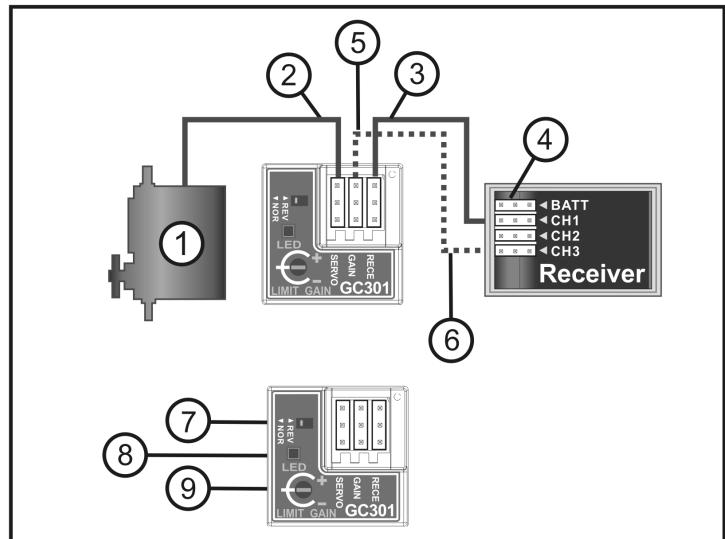

Bild 2
Wollen Sie die Anschluss-Version 1 verwenden, so verbinden Sie wie in Bild 2 zu sehen das Servokabel vom Lenkservo (1) auf den Steckplatz „SERVO“ des Bausteins (2).
→ In Bild 2 sehen Sie auch den Reverseschalter zur Drehrichtungsumkehr der Gyro-Funktion (7), die LEDs zur Funktionskontrolle (8) und das Potentiometer zur Einstellung der Gyro-Empfindlichkeit (9). Beachten Sie in den nachfolgenden Punkten in dieser Bedienungsanleitung die Hinweise zu diesen Elementen.
Schalten Sie jetzt den Sender und danach die Empfangsanlage ein. Der Kalibriervorgang des Gyro-Bausteins beginnt. Die rote LED leuchtet und die grüne LED (siehe Bild 2, Pos. 8) blinkt in langsamem Rhythmus. Ist der Gyro kalibriert, leuchtet nur noch die rote LED.
Ist dies nicht der Fall, muss die Funktionsrichtung des Gyros gedreht werden. Schalten Sie hierzu die Empfangsanlage aus. Mit einem geeigneten Werkzeug (z.B. einem kleinen Schraubendreher) muss der Reverseschalter (siehe Bild 2, Pos. 7) umgeschaltet werden. Schalten Sie die Empfangsanlage wieder ein und prüfen Sie die korrekte Drehrichtung des Lenkservos.